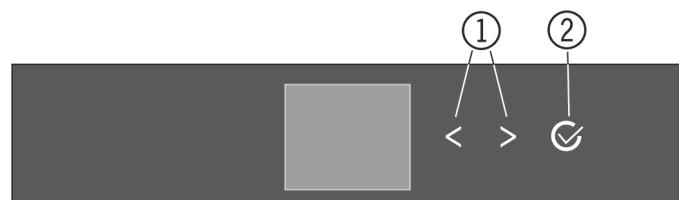
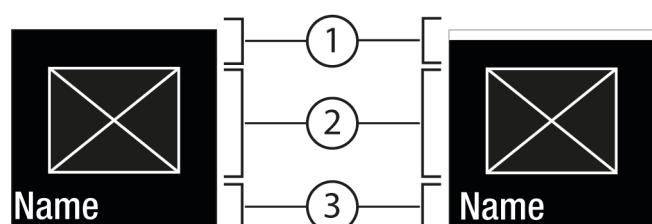

Fig. 5
Fig. 6
- (1) Навигационная стрелка влево / вправо
- (2) Подтвердить
Навигационная стрелка влево / вправо Fig. 5 (1):
Подтвердить Fig. 5 (2):
- Навигация при помощи навигационной стрелки влево / вправо Fig. 5 (1).
- С помощью Подтвердить Fig. 5 (2) вызвать Подменю Fig. 7 (4).
- Установка нового значения: С помощью Подтвердить Fig. 5 (2) выбрать деактивированное значение Fig. 6 (1).
- Назад в меню: С помощью Подтвердить Fig. 5 (2) выбрать уже активированное значение Fig. 6 (2).
- Навигационные стрелки Fig. 5 (1) нажмите до тех пор, пока не появится индикация функции .
- Нажмите на Подтвердить Fig. 5 (2).
- Навигационные стрелки Fig. 5 (1) нажмите до тех пор, пока не появится индикация функции.
- С помощью навигационных стрелок Fig. 5 (1) выберите значение настройки.
- ▷ Состояние: активировано Fig. 6 (1) появляется недолго в Подменю Fig. 7 (4).
- ▶ Нажмайте навигационные стрелки *Fig. 5 (1)* до тех пор, пока не появится индикация настроек .
- ▶ Нажмите на Подтвердить *Fig. 5 (2)*.
- ▶ Нажмайте навигационные стрелки *Fig. 5 (1)* до тех пор, пока не появится индикация требуемой настройки.
- ▶ Нажмите и удерживайте в течение 3 секунд Подтвердить *Fig. 5 (2)*.